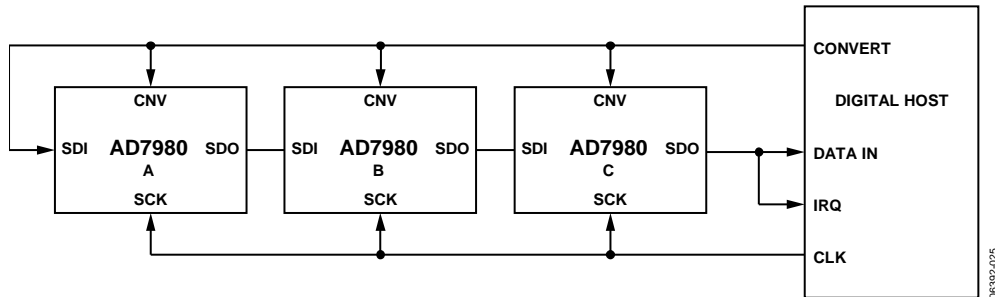
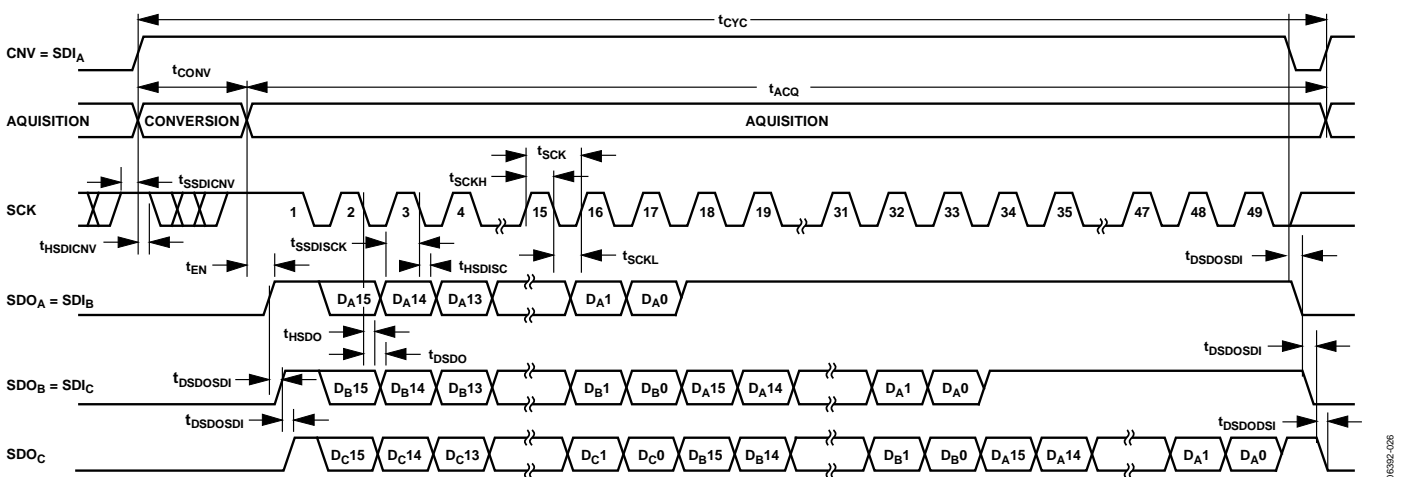

图41. 链模式(有繁忙指示)连接图
图42. 链模式(有繁忙指示)串行接口时序
- 链模式下，如果CNV上升沿期间SCK为高电平(参见图42)。
使用三个AD7980的连接图示例如图41所示，相应的时序如图42所示。
SDI和CNV为低电平时，SDO变为低电平。将SCK置为高电平时，CNV上的上升沿启动转换，选择链模式，并启用繁忙指示功能。此模式下，CNV在转换阶段和随后的数据回读期间保持高电平。链内所有ADC完成转换后，将最靠近数字主机的ADC的SDO引脚(参见图41中标示为C的ADC AD7980)驱动为高电平。SDO上的这一转换可用作繁忙指示，以触发由数字主机控制的数据回读。AD7980接着进入采集阶段并关断。存储在内部移位寄存器中的剩余数据位则在随后的SCK下降沿以MSB优先方式逐个输出。对于每个ADC，SDI馈入内部移位寄存器的输入，并通过SCK下降沿逐个输出。链内每个ADC首先输出数据MSB，回读N个ADC需要 $16 \times N + 1$ 个时钟。虽然上升沿可以用于捕捉数据，但使用SCK下降沿的数字主机能实现更快的读取速率，从而在链中容纳更多AD7980，只要数字主机具有合理的保持时间。